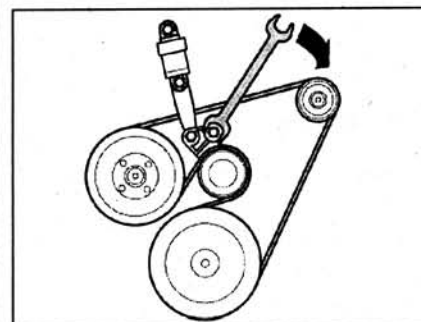

Рис. 2.36. Переместите натяжной ролик в направлении стрелки и снимите ремень привода.
1. Переместите натяжной ролик в направлении стрелки и снимите ремень привода (рис. 2.36).